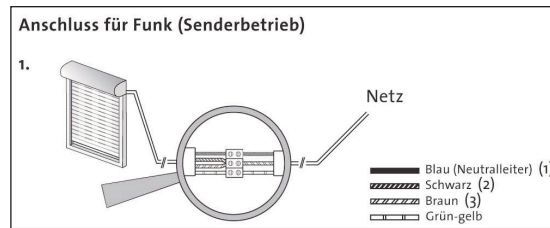

Bild 9
12.2 Nach dem Netzeinschalten meldet sich der Motor wie im Bild 9 und 10 beschrieben.